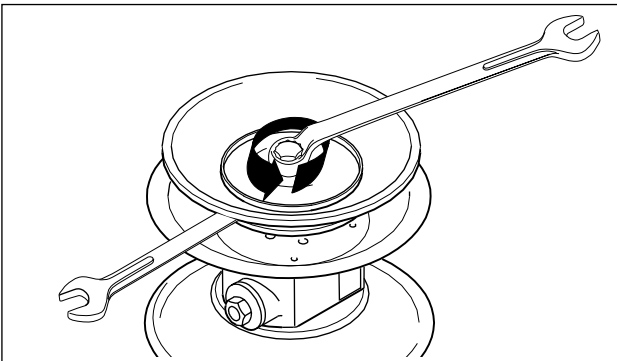

Fig. 10: Smontare il disco del diaframma. (decade con diaframma noppedE4®.)
- Smontare il disco esterno del diaframma ed estrarlo insieme al diaframma (Fig.10). Nelle pompe in plastica, svitare prima il cappuccio in plastica (da DL25).